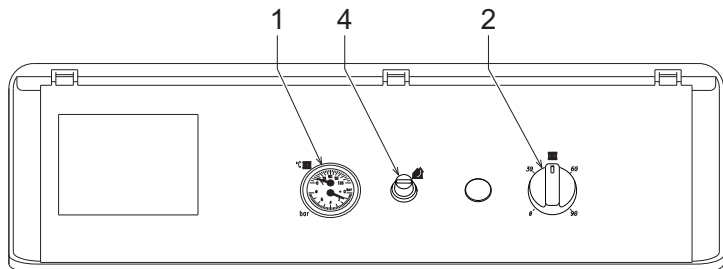

рис. 1 - Панель управления
- Поместите термостат регулировки котла (поз. 2 - рис. 1) на минимальное значение.
- Поместите термостат регулировки котла (поз. 2 - рис. 1) на требуемое температурное значение (не менее 50°).
Если повернуть рукоятку 2 на рис. 1 по часовой стрелке, температура воды в системе отопления повышается, и наоборот. Температуру воды в системе отопления можно регулировать в пределах от 30° до 90°. Однако не рекомендуется эксплуатировать котел при температуре ниже 45°.
Задайте с помощью комнатного термостата нужную температуру внутри помещения. При поступлении команды от комнатного термостата котел включается, обеспечивая нагревание воды в системе отопления до температуры, заданной регулирующим термостатом 2 на рис. 1. При достижении в помещении желаемой температуры котел выключается.
Давление напора при заполнении холодного контура, считанное гидрометром котла поз. 1 - рис. 1, должно составлять приблизительно 1,0 бар. Если во время работы давление воды в системе упало (из-за испарения растворенных в воде газов) до величины ниже вышеуказанного минимума, пользователь должен открыть кран подачи воды (в поставку не входит) и довести давление до первоначального значения. По окончании операции всегда закрывайте кран подачи воды.
Откройте крышку термостата дымовых газов (поз. 4 - рис. 1) и нажмите на кнопку под ним. В случае повторяющихся блокировок котла обратитесь в ближайший сервисный центр